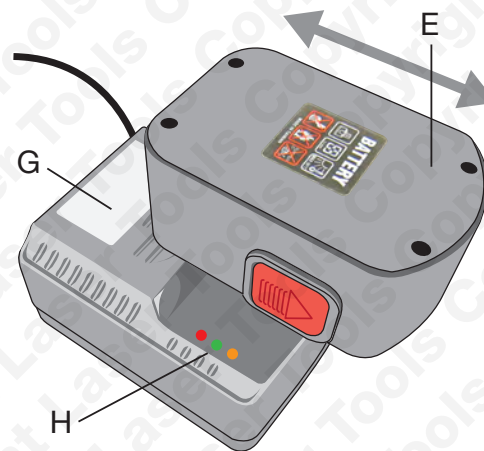

Fig 2
Raadpleeg **Afbeelding 2**. Steek de stekker van de lader in een stopcontact met een wisselstroomvoeding van 230/240 V; alle drie indicatielampjes acculading (H) branden kort als test. De rode led blijft vervolgens branden om aan te geven dat de lader voeding ontvangt en is ingeschakeld.